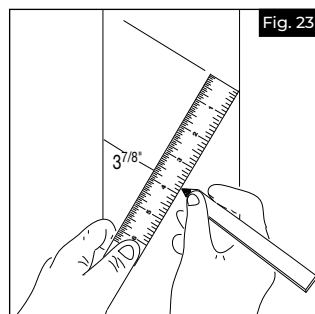

Fig. 23
- a. Trazar una marca a  $3\frac{7}{8}$ " (9,84 cm) por debajo de la línea del pasamanos para establecer la ubicación del sujetador de montaje del soporte (Fig. 23).